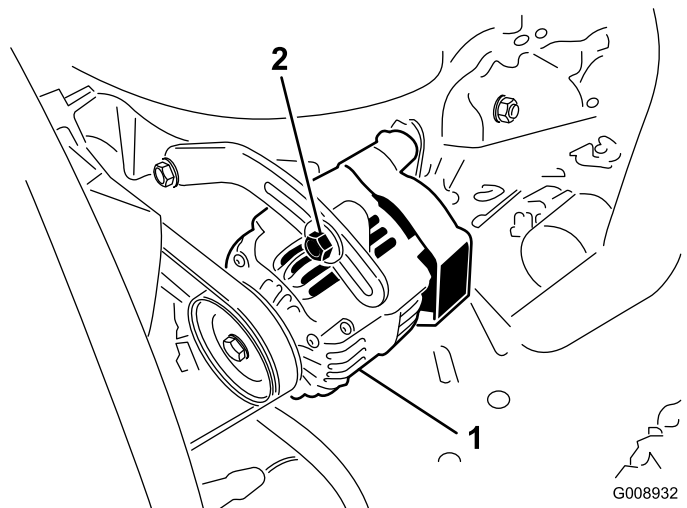

Figura 50
2. Se l'inflessione non è di 10 mm, allentate i bulloni di fissaggio dell'alternatore (Figura 50).